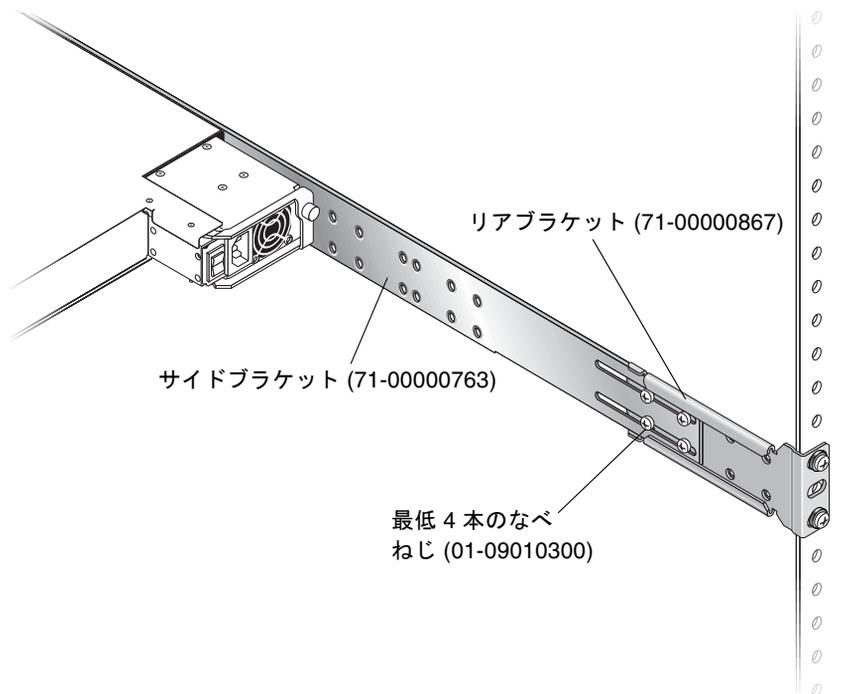

図 2-7 組み立て済みのリアブラケットとサイドブラケットの例
7. シャーンを持ち上げ、リアポスト（後部支柱）に固定されているリアブラケットにサイドブラケットを滑り込ませます。図 2-7 を参照してください。